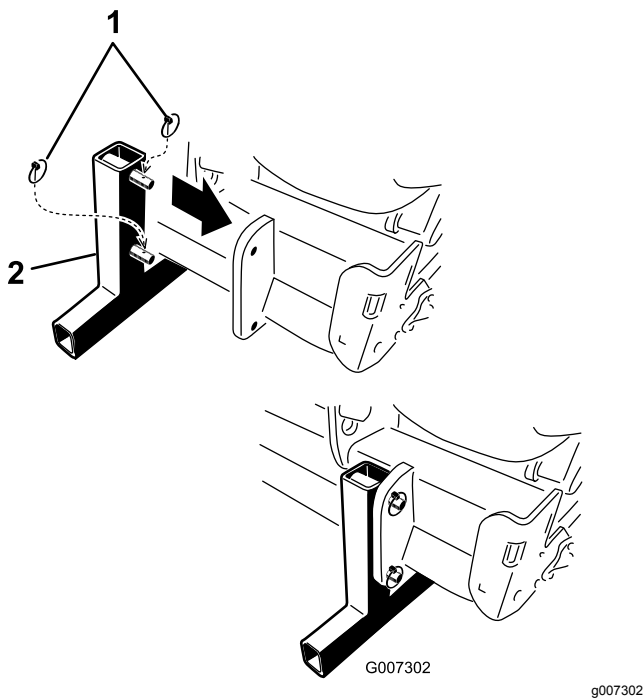

Рисунок 44
5. Установите подставки для хранения и прикрепите их к аэратору шплинтами (Рисунок 44).